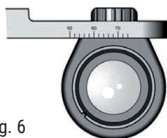

Fig. 6
deplasați telescopul pe bară (Fig. 6)
- Aliniați fiecare telescop așa cum a fost descris anterior prin deplasarea pe bară. (Fig. 6)